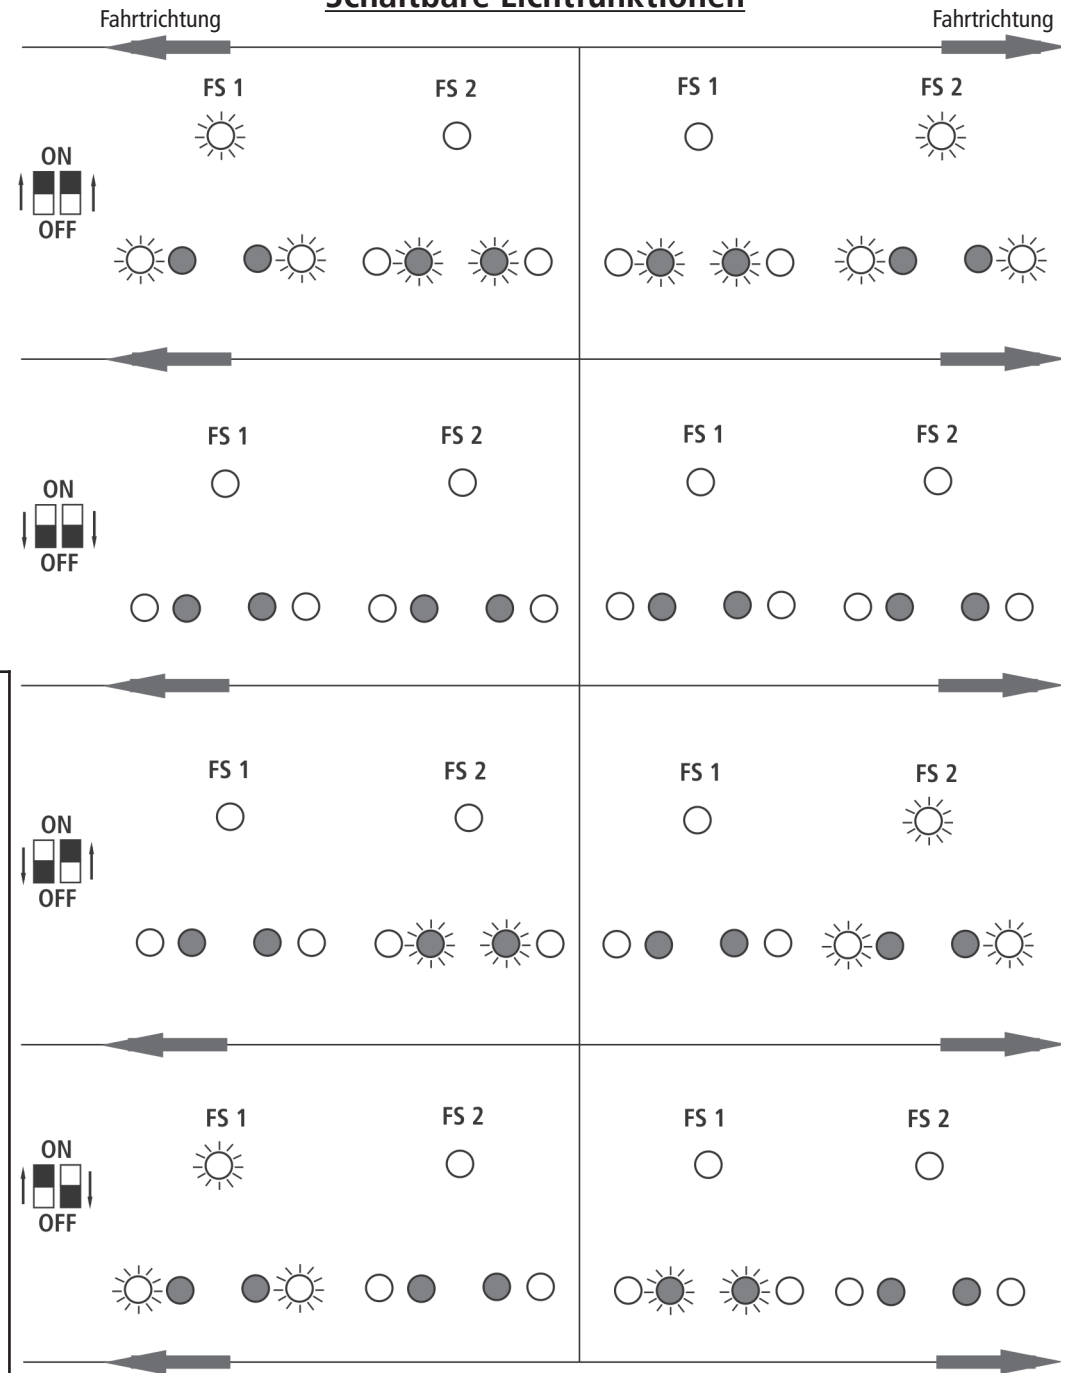

Fig. 6
**Mehrzugbetrieb:** Zuerst Lokgehäuse abnehmen (Fig. 3). Danach den Brückenstecker aus der Schnittstelle entfernen (diesen sorgsam aufbewahren). Danach den Stecker des Steuerbausteins lagerichtig einsetzen (siehe Fig. 6).
Finally put the plug of the chip into the interface as shown in fig. 6.
**Exploitation en télécommande multi-trains:** Enlevez la fiche de shuntage de l'interface (à conserver!) et enfichez finalement la fiche du module de télécommande aux prises de l'interface. Veuillez à la position correcte de la fiche (voir fig. 6).